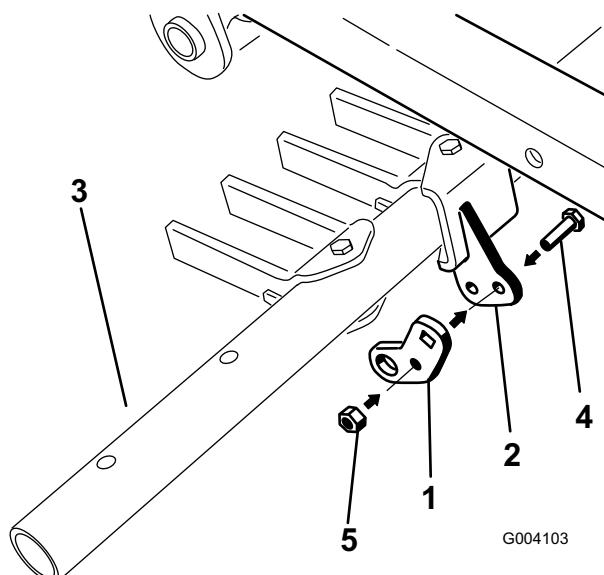

Figura 13
- Instale provisionalmente la pestaña de giro (usando el taladro central de ésta) en el soporte de pivote de la barra de herramientas usando un perno (5/16 x 1 pulgada) y una contratuerca (5/16 pulgada) (Figura 13).
3. Apriete el perno de pivote central (elemento 4 en Figura 13) a 20 a 25 Nm.